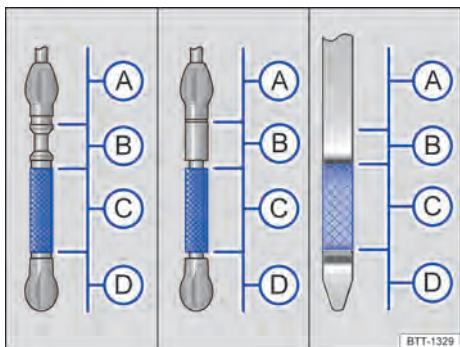

Fig. 237 Marcações do nível do óleo do motor na vareta de medição do óleo (variantes).
6. Retirar novamente a vareta de medição do óleo do motor e ler o nível no óleo do motor na vareta de medição da seguinte maneira → Fig. 237:
- Ao final do processo de reabastecimento, o nível do óleo do motor deve se situar no mínimo no meio da faixa → Fig. 237 Ⓒ. O nível não deve se situar acima de Ⓒ, estar na faixa Ⓑ e não pode estar na faixa Ⓐ → Página 327.
- Se, por descuido, tiver sido reabastecido excesso de óleo do motor e se, depois disso, o nível do óleo do motor se encontrar na faixa → Fig. 237 Ⓐ, não dar a partida no motor. Notificar uma empresa especializada e, se necessário, procurar auxílio técnico especializado. Caso contrário, o catalisador e o motor podem ser danificados!
O nível do óleo do motor não deve estar acima da faixa → Fig. 237 Ⓑ. Caso contrário, o óleo pode ser aspirado pelo dispositivo de ventilação do cárter e chegar à atmosfera por meio do sistema de escape. <